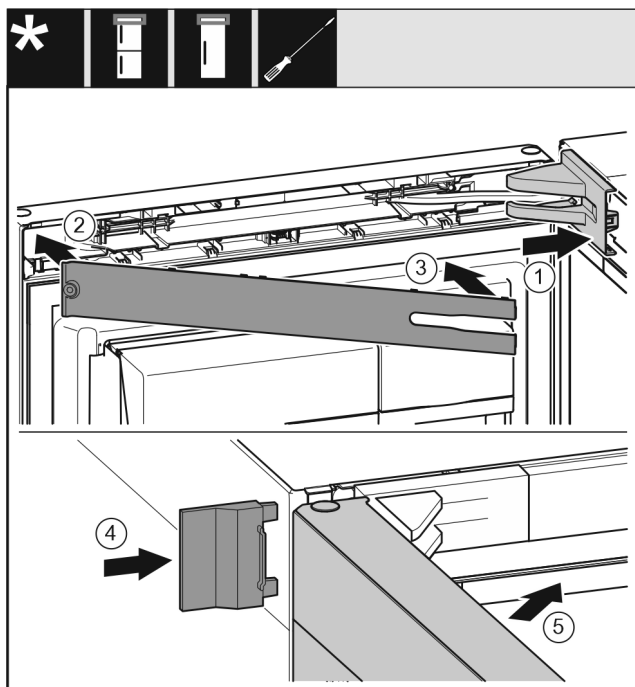

Fig. 54
- ▶ Nasadte a zaklapněte kryt stojanu ložiska Fig. 54 (1), příp. opatrně přitlačte od sebe.
- ▶ Nasadte záslepku Fig. 54 (2).
- ▶ Záslepka Fig. 54 (3)
- ▶ Vnější kryt Fig. 54 (4) nasuňte.
- ▶ Zavřete horní dveře Fig. 54 (5).